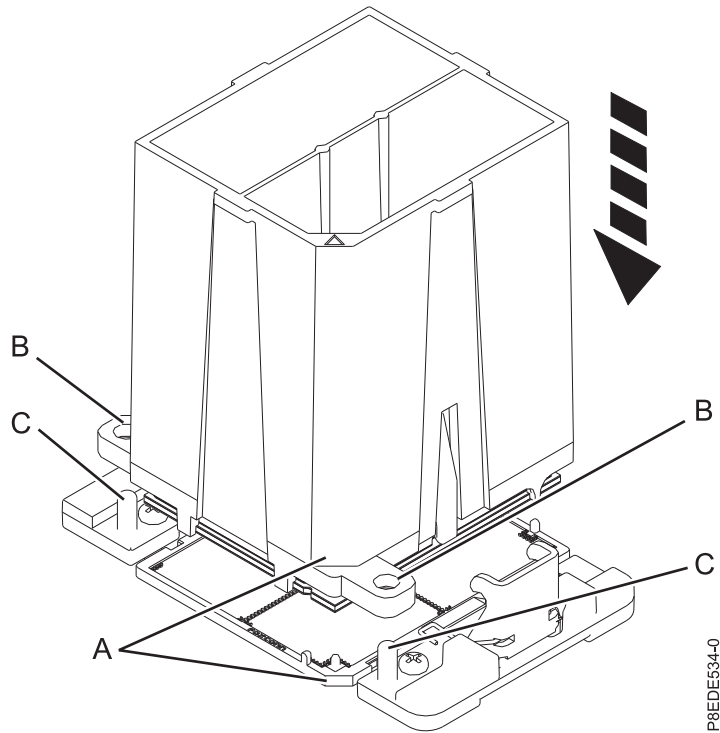

Figura 129. Instalación del módulo del procesador del sistema
- b. Baje la herramienta y el módulo del procesador del sistema en el zócalo. Alinee la esquina biselada (**A**) de la herramienta con la esquina biselada del zócalo. Asegúrese de que las dos patillas de guía (**C**) se inserten en los orificios de alineación (**B**) en cada lado de la herramienta. Tenga cuidado al bajar la herramienta y hágalo de forma uniforme, sin desestabilizar la herramienta. Consulte la Figura 129 en la página 114.